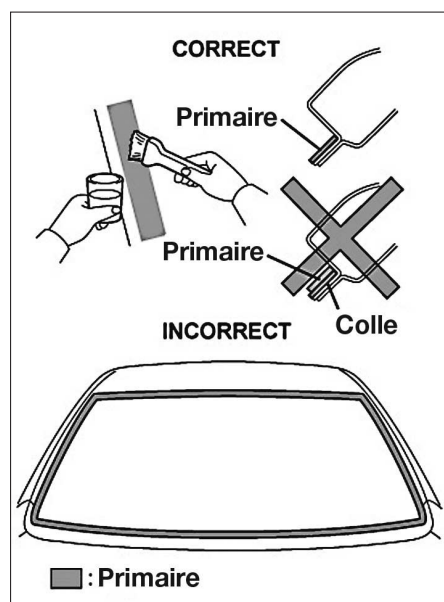

FIG. 148
- Appliquer du primaire d'adhérence sur la carrosserie (Fig.148) et laisser sécher 3 minutes.